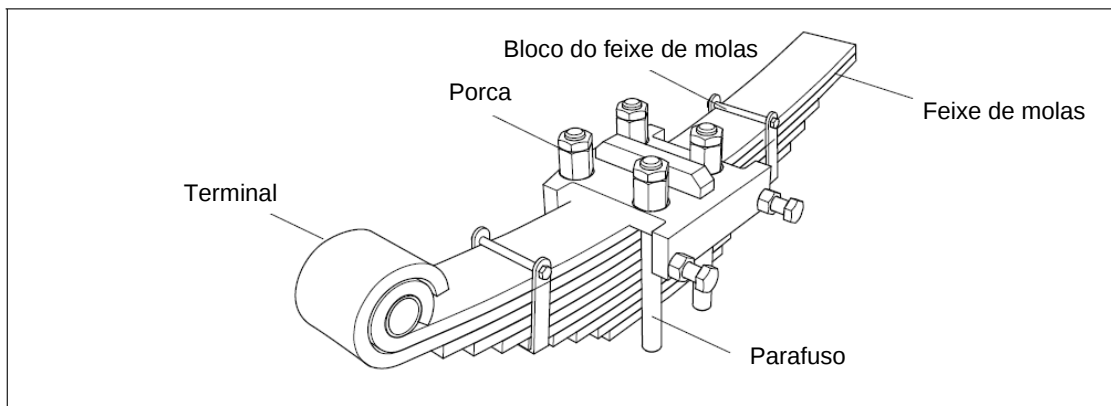

Figura 5-17 Feixe de molas
- b) Inspeção o feixe de molas e a mola de borracha. Para inspeção do feixe de molas, veja a Figura 5-17.